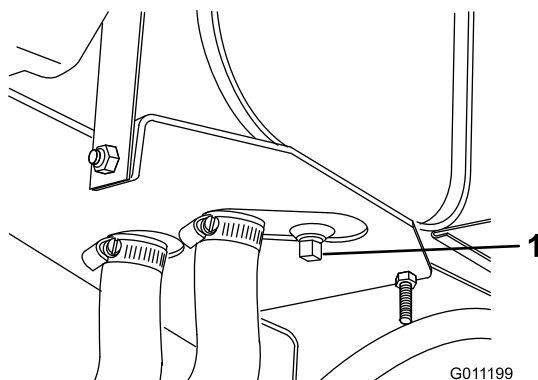

Figura 50
1. Togliete il tappo di spurgo dal serbatoio (Figura 50) e lasciate defluire completamente l'olio idraulico in una bacinella. Reinstallate e serrate il cappellotto una volta defluito l'olio idraulico.